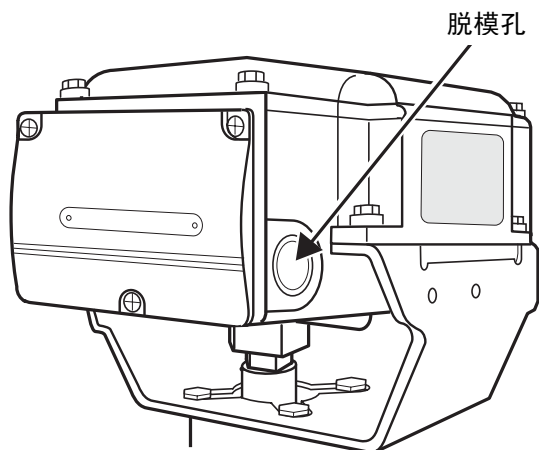

图8
- 1) 编号为④⑤⑥的端子上绝对不要外加AC24V的电源。(最大外加电压为DC 5V)
- 2) 在进行接线时，必须在操作器上开脱模孔。这时，在端子台的两侧有 $\phi 22$ 的非贯通脱膜孔，根据接线管的安装方向，挑选合适的孔径用螺丝刀轻轻敲击即可打通该孔。(参照图8)